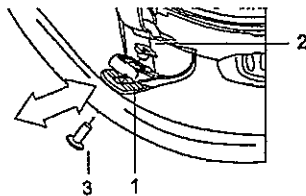

Рисунок 3 - Схема регулировки подтулейного устройства по высоте:
- переместить регулировочные пластины обода вверх или вниз (рисунок 3);